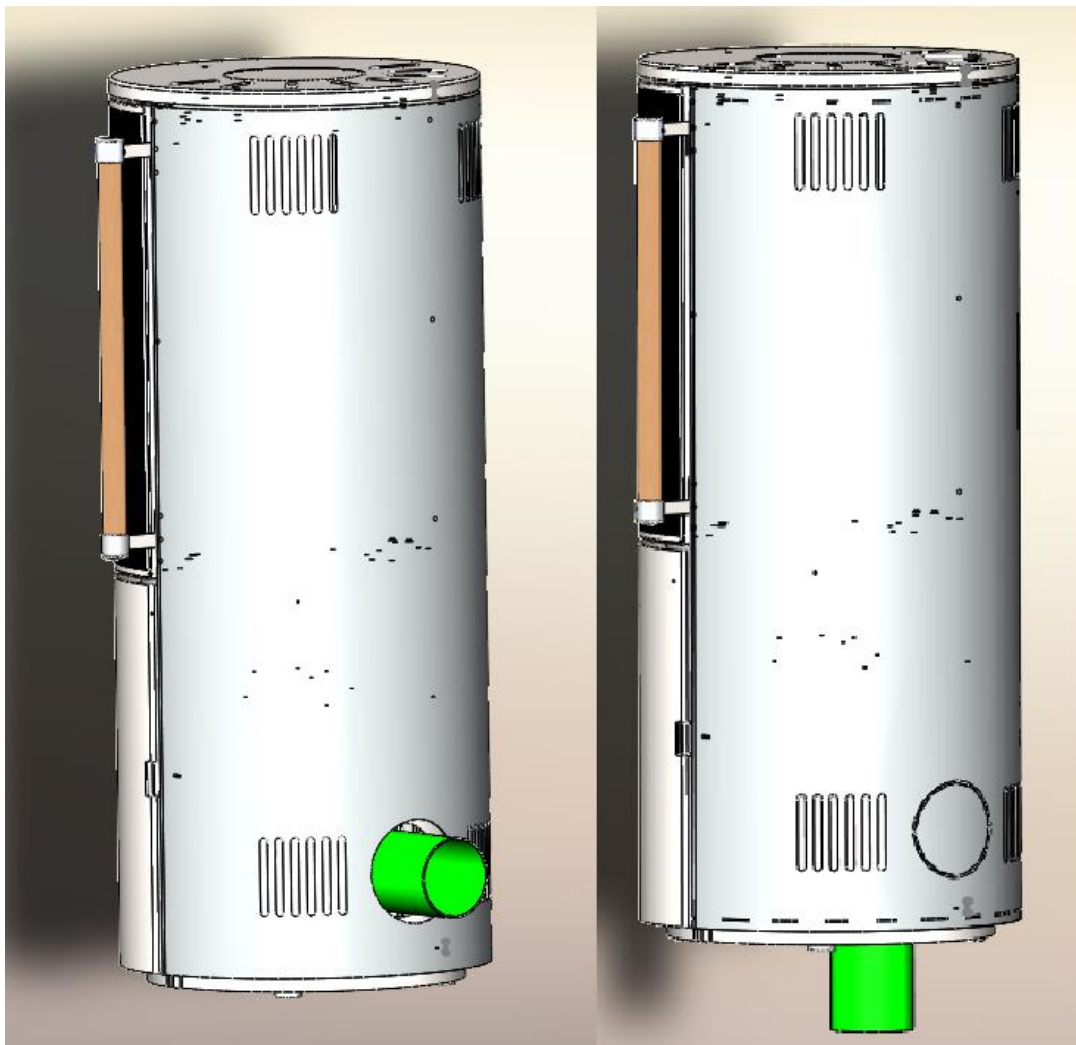

Bild 4 Anslutning för utluft på baksidan / botten
5. Bild 4 Anslutning för uteluft på baksidan / vid botten	Sida 7